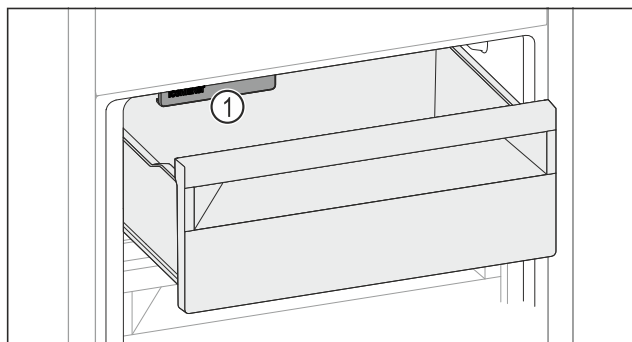

Fig. 130
- ▶ 当您放入食品时，请考虑 IceMaker Fig. 130 (1)。